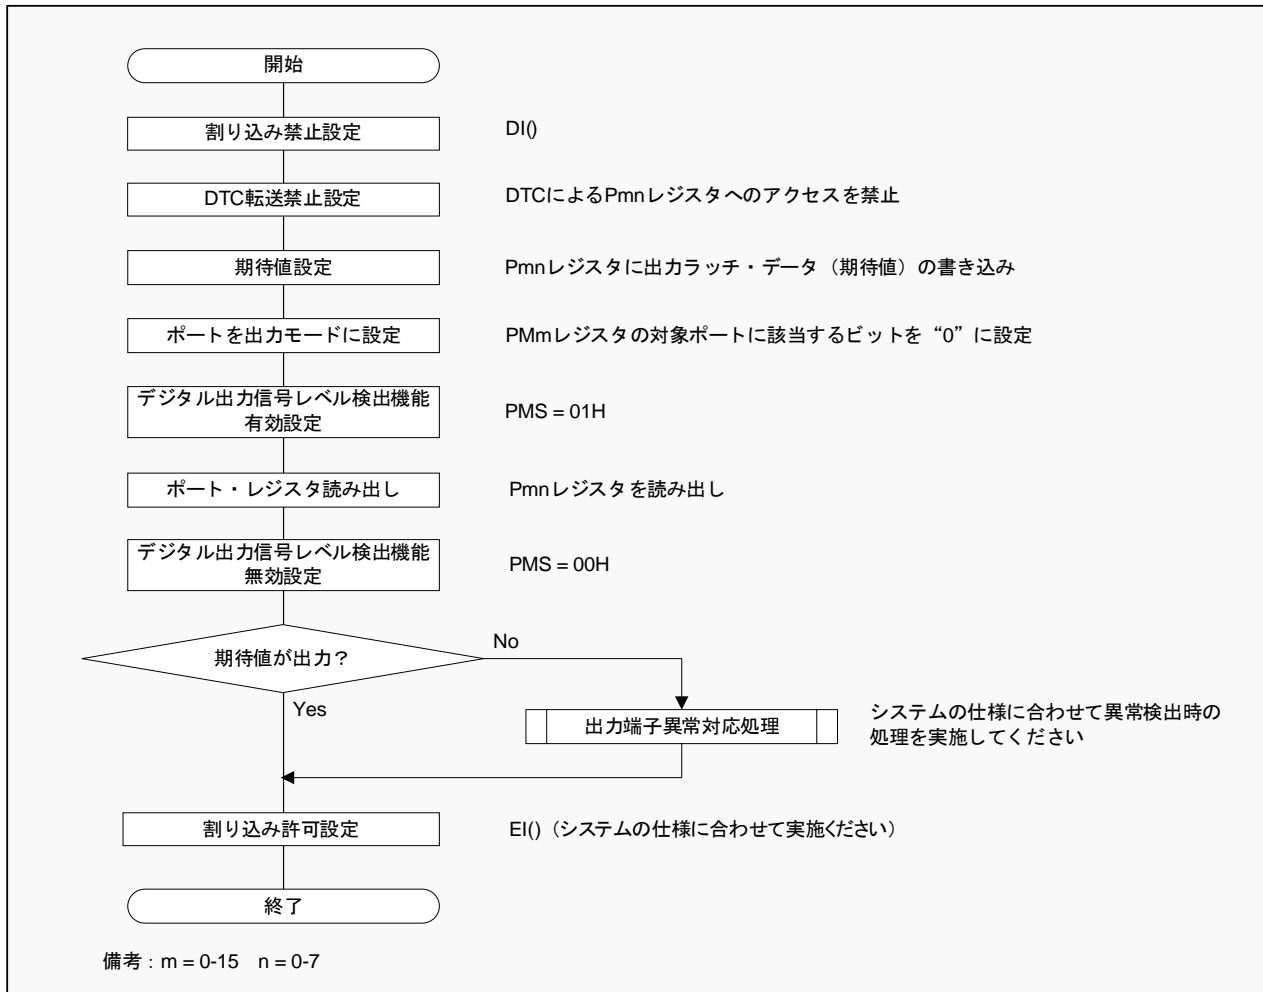

図 14-1 入出力ポートのデジタル出力信号レベル検出機能のフロー・チャート
P.58	「図 14-1 入出力ポートのデジタル出力信号レベル検出機能のフロー・チャート」を修正。